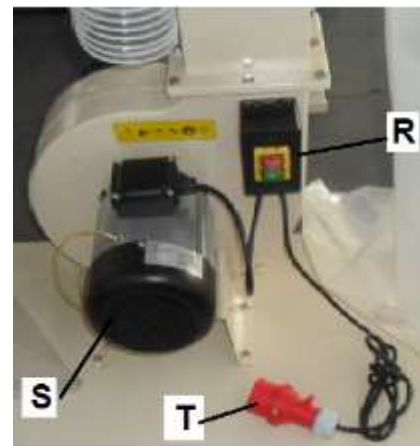

Рис. 12
Вы можете запускать и останавливать машину с помощью магнитного переключателя (R). Штепсельная вилка входит в комплект поставки (T). Рис. 12